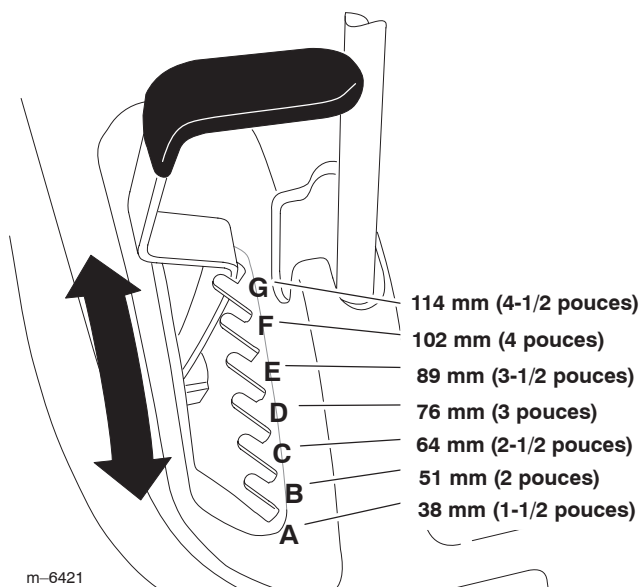

Figure 10
1. Relevez le levier de sélection de hauteur de coupe en position de transport (qui correspond aussi à la hauteur de coupe de 114 mm ou 4-1/2 pouces) (Fig. 10).
2. Pour régler la hauteur de coupe, tirez sur le levier de hauteur de coupe et sélectionnez la position souhaitée (Fig. 10).